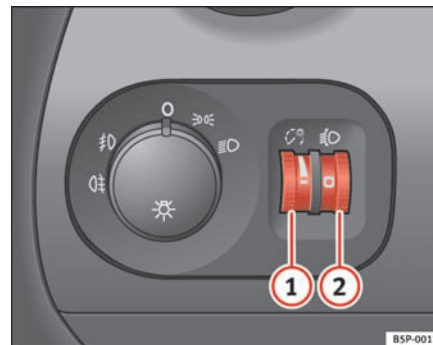

Fig. 75 Udsnit af instrumentpanelet: kontakter til instrument- og kontaktlys og lyslængderegulering
Når forlygterne er tændt, kan lysstyrken i instrumenter og kontakter reguleres til at passe til dine behov ved at dreje på indstillingshjulet ⇒ fig. 75 ①.